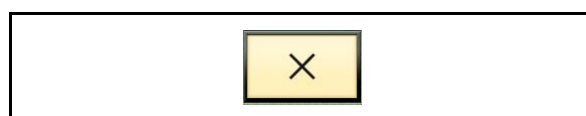

Fig. 132
- Das Elevatorband stoppt. Gleichzeitig erscheint im Terminal das Symbol „Elevatorband Stopp“ (Fig. 132).